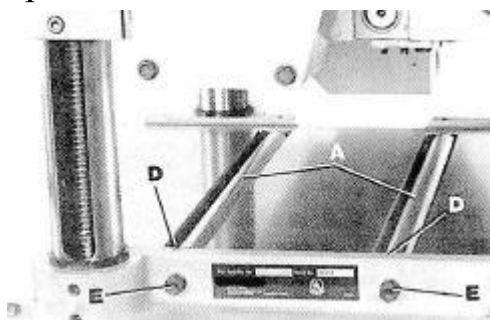

Рис. 33 Подающие ролики
Строгальный станок оснащен двумя роликами (А), Рис. 33, помогающими подавать заготовку за счет уменьшения трения и поворота при прохождении заготовки через строгальный станок.
2. Положите линейку (В), Рис. 34, поперек обоих роликов и с помощью щупа (С) под линейкой, как показано на рисунке, отрегулируйте высоту роликов стола, ослабив установочные винты (D), Рис. 33, и поверните винты (Е) для подъема или опускания роликов стола (А). Ролики стола должны быть отрегулированы на противоположном конце стола таким же образом. Ролики стола всегда должны быть установлены параллельно столу.
ВАЖНО: Регулировочные винты (Е), Рис. 33, по обеим сторонам строгального станка находятся на эксцентриках, и при регулировке необходимо соблюдать осторожность, чтобы ролики не отклоняли заготовку в одну или другую сторону. Это можно сделать, повернув винты (Е), Рис. 33, по часовой стрелке для подъема или опускания роликов, и повернув два винта на противоположном конце роликов против часовой стрелки или наоборот.